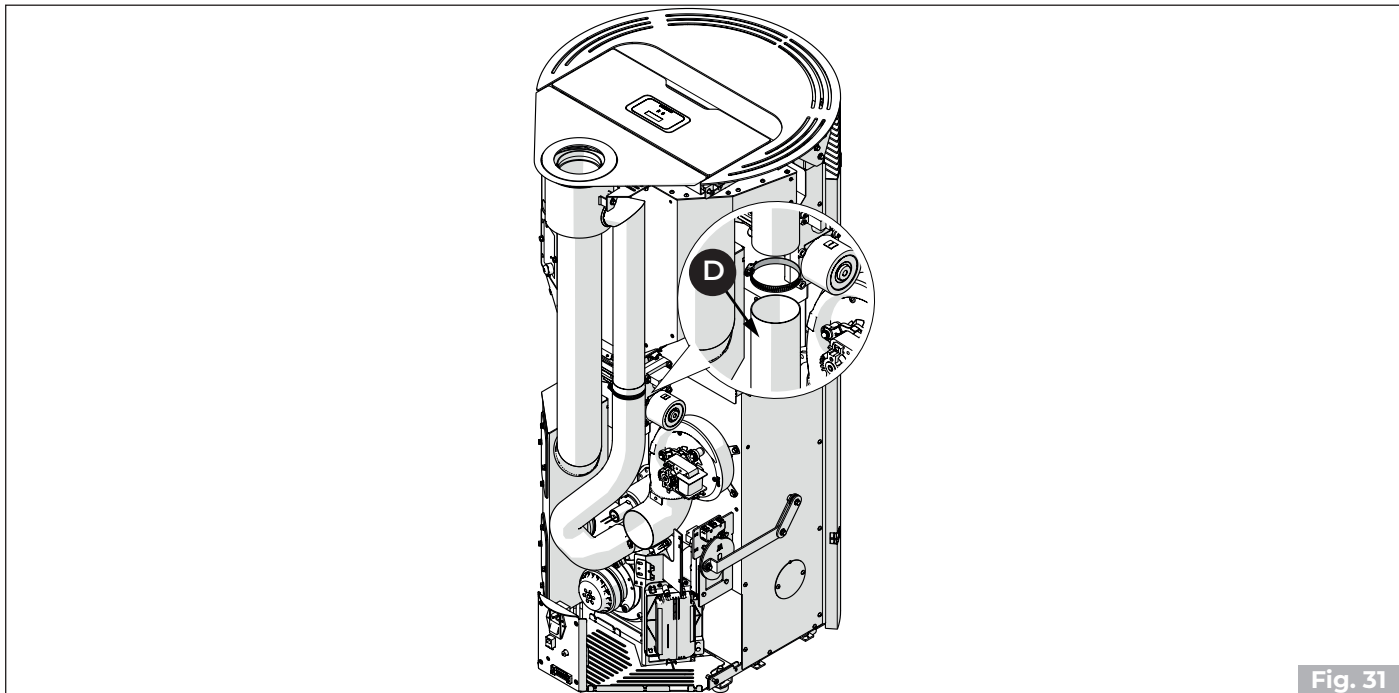

Fig. 31
- Débrancher le tuyau flexible (D) de l'air comburant sur la partie supérieure («Fig. 31»).